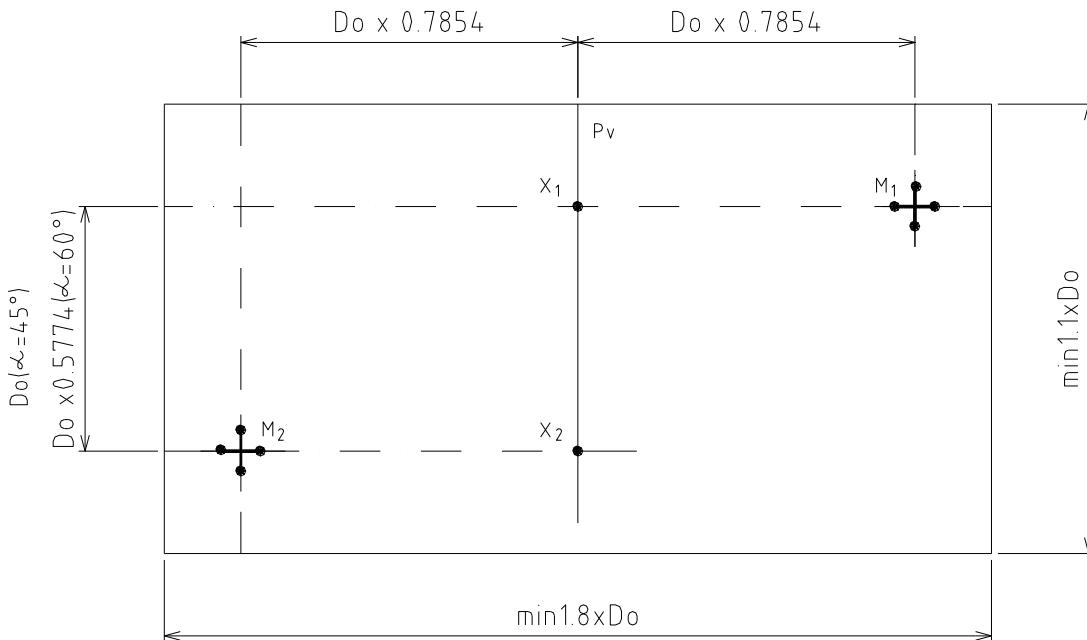

Рисунок 16
- B. В точках X_1 и X_2 нарисуйте параллельные линии, перпендикулярные центральной линии p_v , одну на каждой стороне, и отметьте на них точки M_1 и M_2 на расстоянии $D_o \times 0.7854$ от центральной линии p_v . Далее точки M_1 и M_2 определяются пересечением линий с минимальной длиной 100 мм (смотрите рисунок 16).